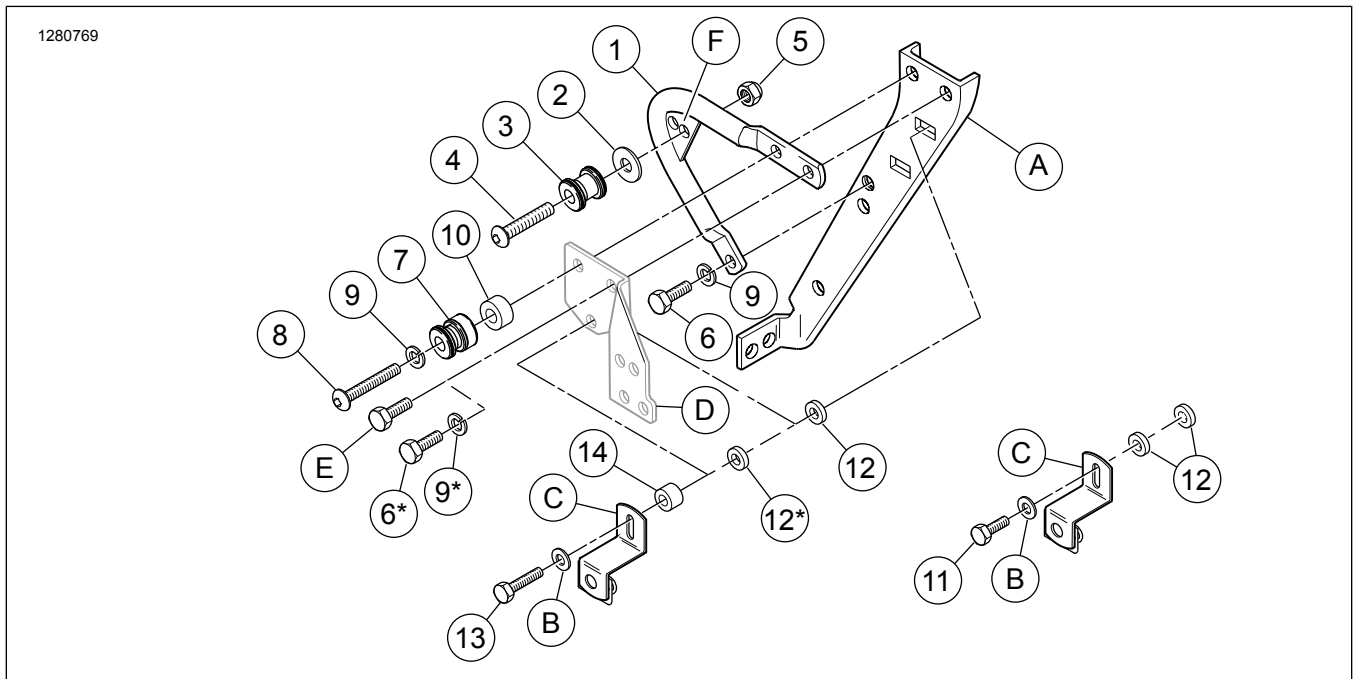

Figura 1. Contenido del kit: Kit de acoplamiento posterior
Figura 1 muestra las ubicaciones del punto de acoplamiento para el Kit de acoplamiento delantero (53803-06) y Kit de acoplamiento posterior (53804-06).
3. Vea Figura 1 . Quite OE los fijadores en los dos orificios superiores de la pieza de soporte de la alforja (A) en un lado del vehículo. Los fijadores estándar se enroscan en las tuercas soldadas en la pieza de soporte.
4. Retire el soporte del montaje de la alforja (C). Guarde el soporte y la arandela plana (B) para la instalación del kit.
Vea Figura 1 . Los soportes de montaje del punto de acoplamiento posterior (1) son específicos de un lado. Las superficies de montaje en cada extremo del tubo se desvían hacia el guardabarros.
4. Si es necesario, ajuste los soportes de montaje (1) para el ancho apropiado al apretar suavemente o separar los soportes hasta que estén alineados correctamente con el accesorio.
5. Vea Figura 1 . Instale el OE soporte de montaje en la alforja como se describe en la sección siguiente.